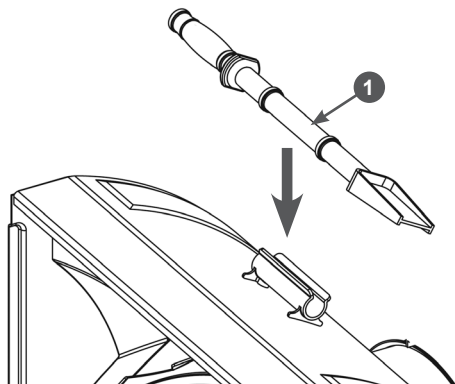

Рис. 29 Расположение лопатки для очистки
3. Для очистки всегда используйте специальную лопатку, а не руки. Лопатка 1 прикреплена к верхней части кожуха шнеков (Рис. 29).